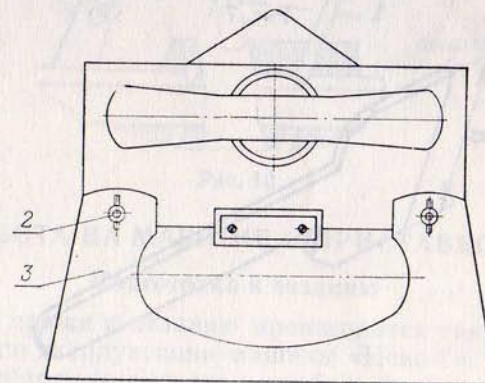
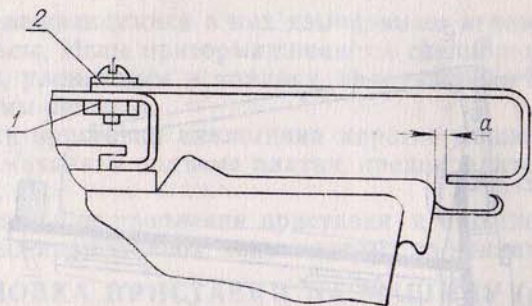

Рис. 5. Установка предохранительной планки на каретку машины
Рис. 6. Крепление предохранительной планки к машине и регулировка
1. Произвести на каретке машины регулировку предохранительной планки (поз 3 рис. 5), для чего, ослабив винты 2 (рис. 5), выдвинуть планку так, чтобы размер «а» был равен  $4 \div 5$  мм (рис. 6).